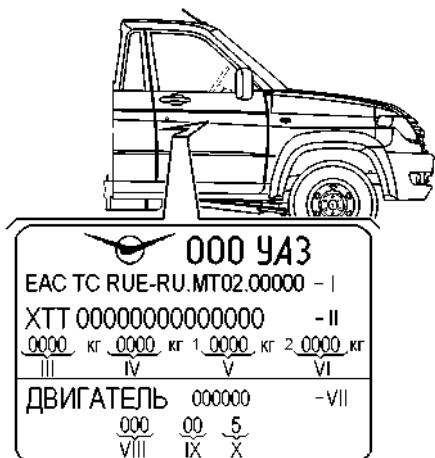
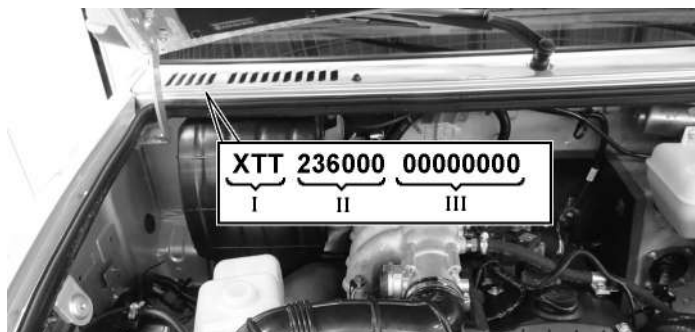

Рис. 1.1. Заводская табличка автомобиля:
Рис. 1.2. Расположение идентификационного номера транспортного средства
**Заводская табличка автомобиля** (рис. 1.1) установлена на стойке проема передней двери боковины кабины с правой стороны автомобиля и имеет следующие данные:
**Идентификационный номер** транспортного средства наносится на заводской табличке (рис. 1.1) и на кабине автомобиля, на нижней панели ветрового окна (рис. 1.2).
Идентификационный номер (рис. 1.2) состоит из трех частей: